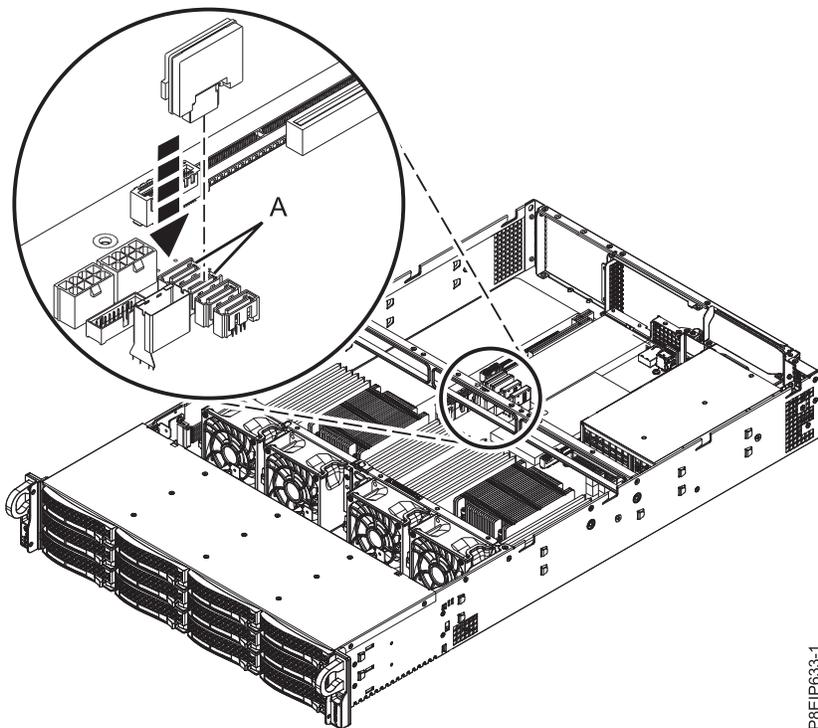

図 20. DOM の取り付け
2. DOM をシステム・バックプレーンの位置 **(A)** に取り付けます (25 ページの図 20 を参照)。DOM のモデルによっては、DOM 用の小さな電源コードのプラグの差し込みも必要になる場合があります。コネクタを正しく差し込んだことを確認してください。